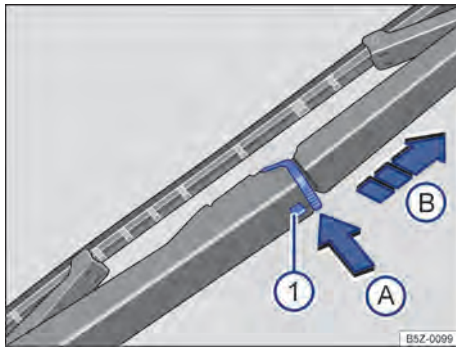

Fig. 150 Substituir a palheta do limpador do vidro traseiro.
- Manter o botão de destravamento → Fig. 150 ⓘ pressionado.
- Pressionar a trava da palheta do limpador do vidro traseiro → Fig. 150, no sentido da seta ⓘ.
- Puxar a palheta do limpador do vidro traseiro → Fig. 150, no sentido da seta ⓘ.
- Introduzir a nova palheta do limpador do vidro traseiro **de mesmo tamanho e modelo** no braço do limpador do vidro traseiro no sentido contrário da seta → Fig. 150 ⓘ até que ela se trave.